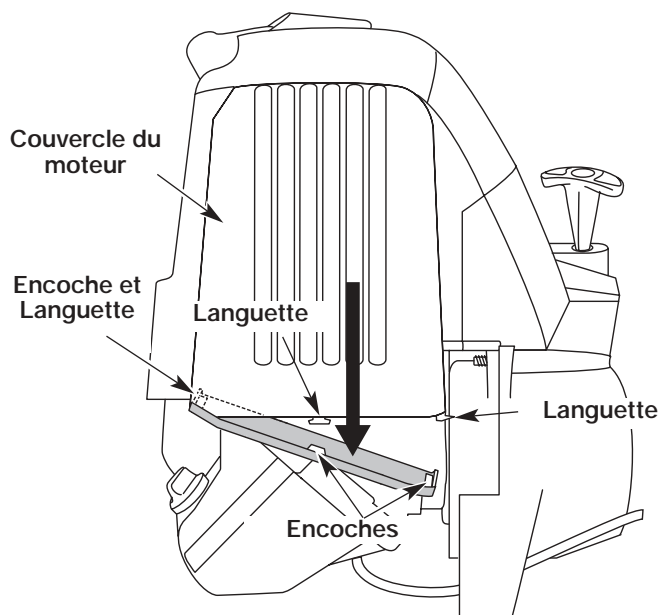

Fig. 67
1. Retirez le couvercle du silencieux en appuyant sur le coin à l'aide d'un tournevis à lame plate (Fig. 67). Glissez les encoches sur les côtés du couvercle par-dessus les languettes du couvercle du moteur et retirez le couvercle.
13. Remplacez le couvercle du silencieux. Glissez avec un déclic les encoches sur les côtés du couvercle par-dessus les languettes du couvercle du moteur (Fig. 67).